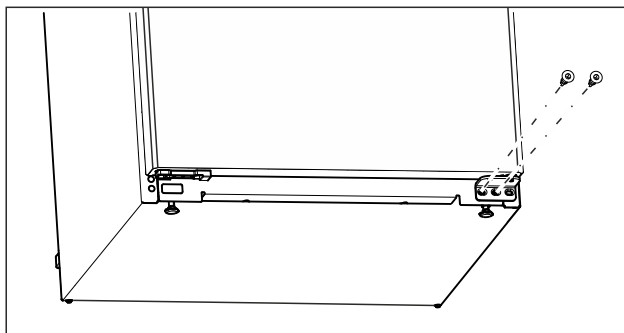

Fig. 6
- ▶ Pomocí šroubováku Torx 20 vyšroubujte prostřední šroub na spodním stojanu ložiska. (viz Fig. 6)
- ▶ Šroubovákem Torx 20 vyšroubujte vnitřní šroub na spodním stojanu ložiska. (viz Fig. 6)